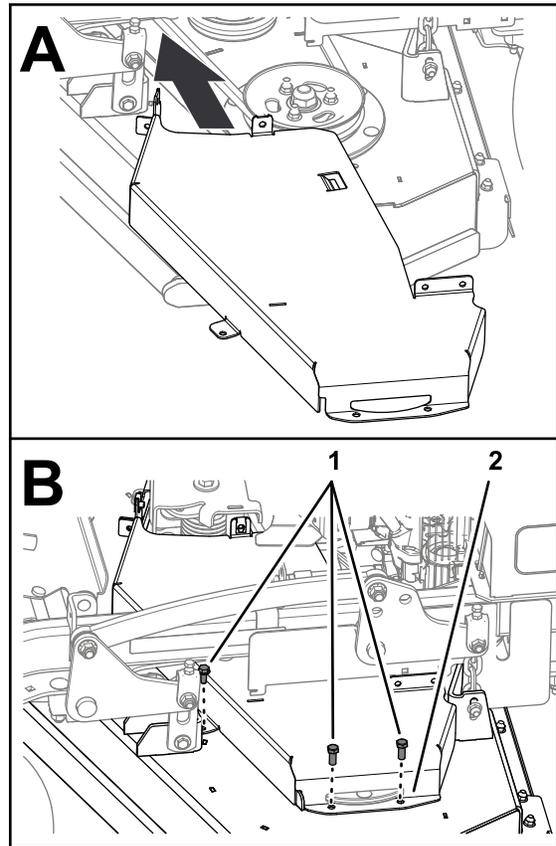

Figura 42
- Montate il copricinghia sinistro sul piatto (Figura 42) con i 3 bulloni rimossi in Rimozione del copricinghia sinistro (pagina 28).